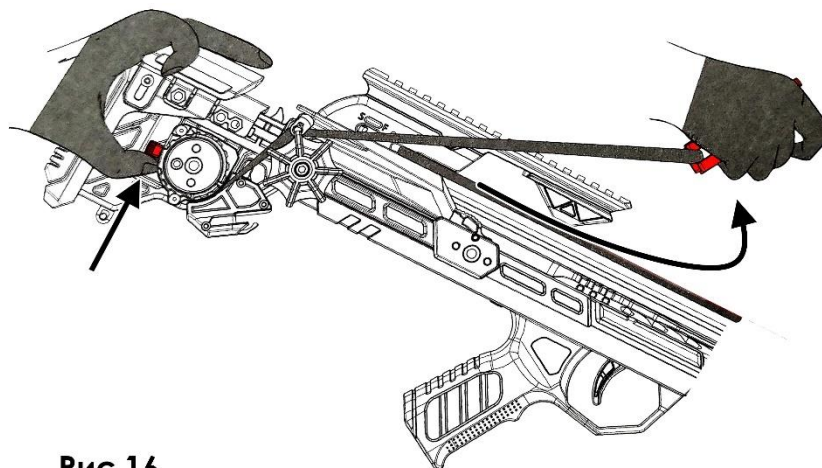

Рис.16
12. Снова зажав рычаг блокировки (если вы его перед этим отпустили), вытяните свободной рукой взводную скобу из-под прицельной планки и верните в штатное положение под прикладом или закрепите за спусковым механизмом (Рис.16).